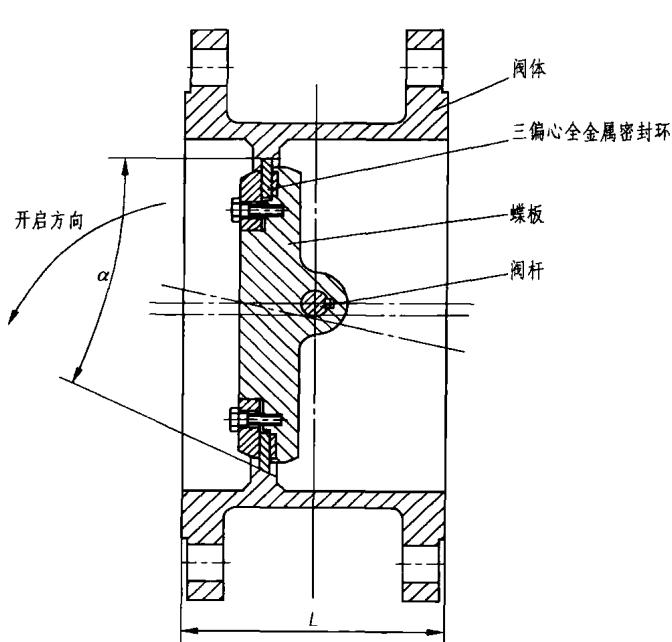

图 1-2 偏心蝶阀
2. 偏心蝶阀（见图1-2）
图1-2所示为三偏心蝶阀，是典型的偏心蝶阀结构。所谓偏心，是就阀杆中心偏离阀体密封面的位置而言。单偏心就是阀杆中心后移一段距离，离开阀体密封面。双偏心指阀杆中心离开阀体密封面，且离开阀体流道中心线。双偏心结构是蝶阀中常用的结构。与单偏心结构相比，双偏心结构在阀门全开时，蝶板密封面是脱离阀体上密封面的，这样双方密封面都没有压迫，保证了密封面的密封性能，也延长了阀门的使用寿命。当然，双偏心的结构较单偏心结构会增加一些启闭转矩。三偏心结构是指除了双偏心，阀座密封面锥角不在阀体流道中心线上。这种结构的最大优点是密封面能实现与闸阀一样金属面对面的密封，